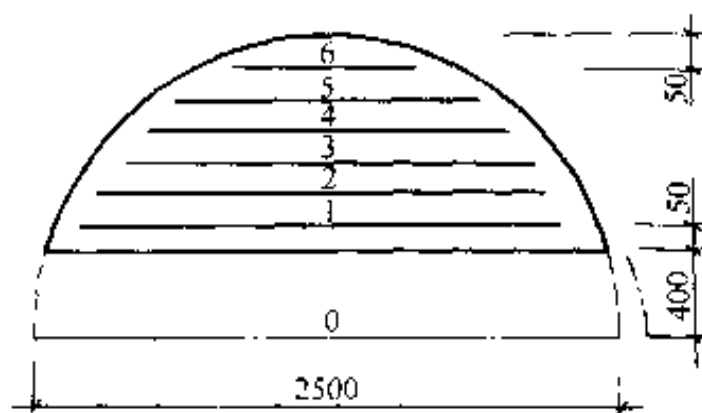

图 7-16 圆形切块板钢筋布置
2.50m，钢筋布置如图 7-16 所示，两端保护层厚度共为 50mm，试求每根钢筋的长度，并拟定表达格式。
【解】 每根钢筋之间的间距由图 7-16 计算